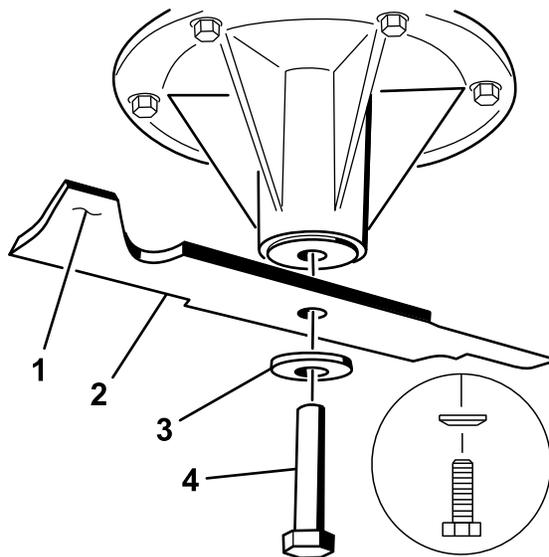

Рисунок 73
2. Установите нож на шпindel (Рисунок 73).
3. Установите изогнутую шайбу и болт ножа (Рисунок 73).
**Примечание:** Изогнутую шайбу необходимо установить так, чтобы ее конусная часть была обращена к головке болта (Рисунок 73).